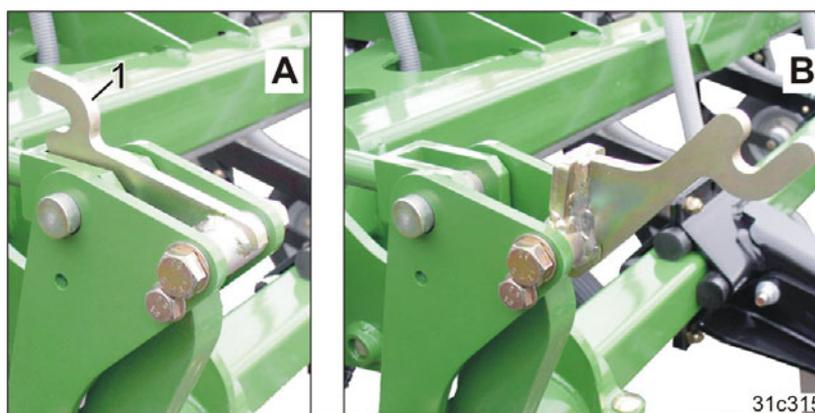

Рис. 206
2. Поверните рычаг (Рис. 206/1), как показано на рисунке (Рис. 206/В).
После раскладывания рычаг (Рис. 206/1) автоматически возвращается в положение, показанное на рисунке (Рис. 206/А).
Использование рычага (Рис. 206/1) перед складыванием консолей машины приводит к перемещению сошников на транспортную высоту 4,0 м.